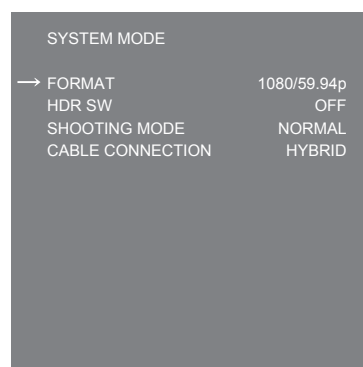

図 2
- 7 〈SELECT〉ダイヤルボタンを回して [FORMAT] にカーソル（矢印）を移動させる。（図 2）